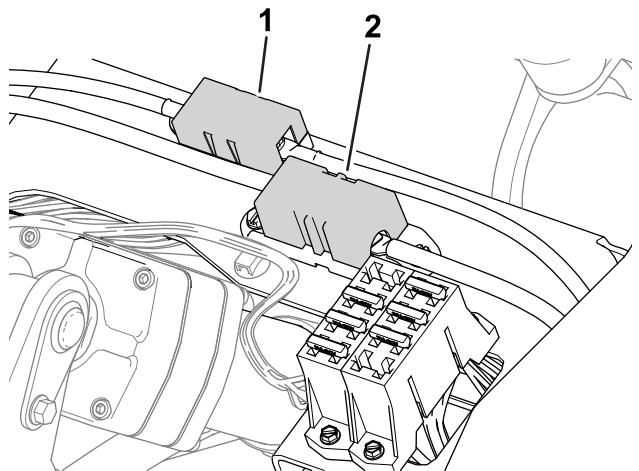

Figura 56
- Os fusíveis do gerador (100 A) e o motor da roda direita (60 A) encontram-se debaixo do banco (Figura 56).